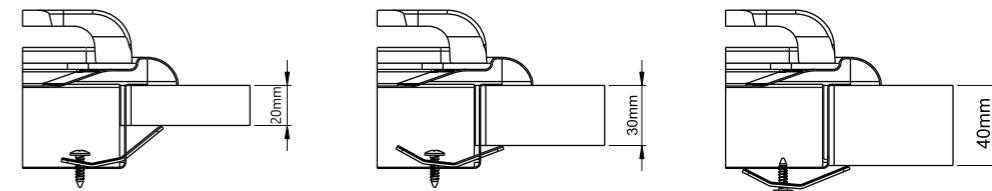

Fig. 4 - Colocación correcta de las grampas de acuerdo al espesor de la mesada
- × Colocar las 4 bridas en la caja soporte quemadores con sus respectivos tornillos de acuerdo al detalle (Fig. 4).